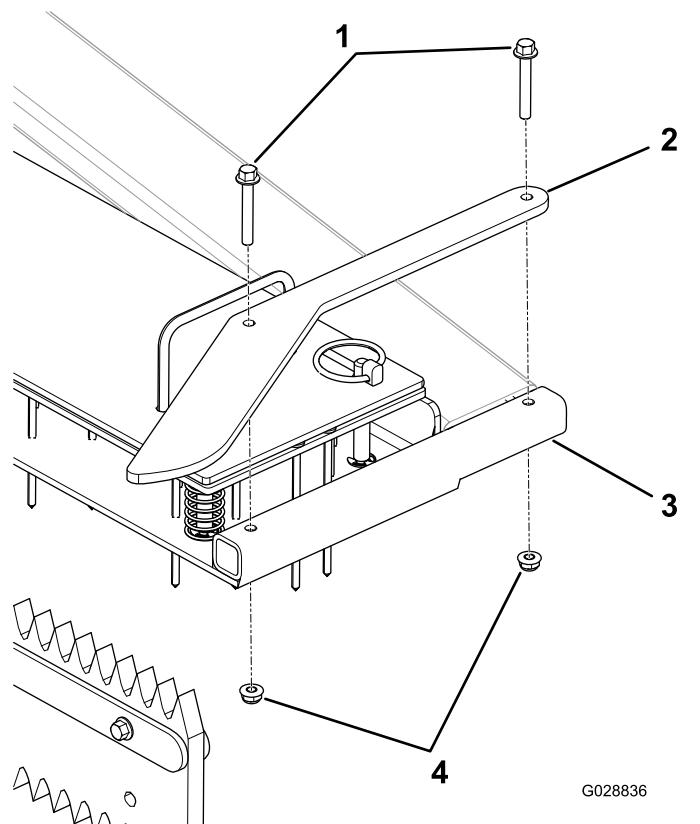

Bild 10
1. Fluchten Sie die Löcher in der seitlichen Schutzvorrichtung mit den Löchern in der Rahmenseite des Nagelrechens aus, wie in **Bild 10** abgebildet.
2. Befestigen Sie die seitliche Schutzvorrichtung mit zwei Schrauben und zwei Sicherungsmuttern (**Bild 10**).